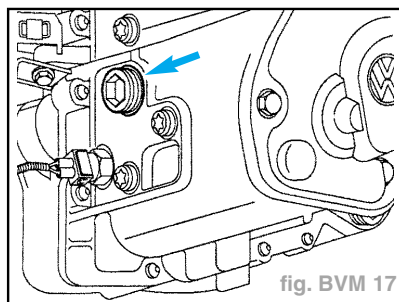

fig. BVM 17
- Dévisser complètement la vis pour le contrôle de l'huile de boîte (flèche) (fig. BVM 17).